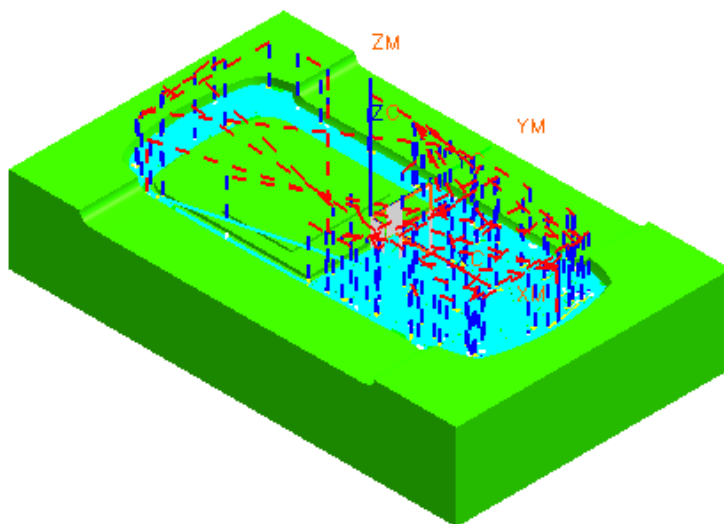

图 9-203
- 单击 ，生成如图 9-203 所示的刀轨，单击 O K 确认。